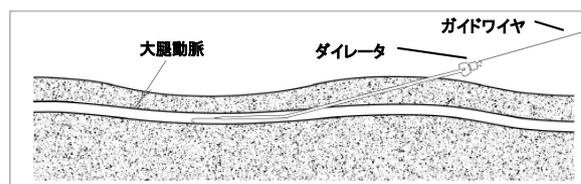
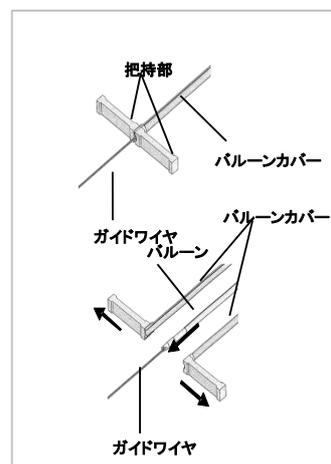

図2. ダイレーション
図3. バルーンカバー
(7) 出血を手指で抑えながら、バルーン用ガイドワイヤ 0.64mm(0.025inch) × 1500mm を穿刺針のカニューラに挿入する。	(7) 出血を手指で抑えながら、シース用ガイドワイヤ 0.88mm(0.035inch) × 800mm を穿刺針のカニューラに挿入する。
(8) ガイドワイヤが胸部大動脈内まで入ったところで、カニューラを抜去する。	(8) ガイドワイヤが血管内に十分な長さまで入ったところで、カニューラを抜去する。
(9) ガイドワイヤ末端より拡張用ダイレクタを挿入し、体表から血管までの組織をダイレーションする。(図2参照)	(9) ガイドワイヤ手元側端部よりシース用ダイレクタをセットしたシースを挿入し、体表に2cm程度残るまで血管内を進める。
(10) ガイドワイヤを残したまま、拡張用ダイレクタを抜去する。手指で皮膚を圧迫し、出血を抑える。	(10) シースのみを残し、ガイドワイヤとシース用ダイレクタを抜去する。
(11) クランプ等を用いて切開部の皮膚を拡張する。	(11) バルーン用ガイドワイヤ 0.64mm (0.025inch) × 1500mm をシースに通す。
(12) IAB カテーテルのセントラルーメン先端にガイドワイヤを挿入し、体内に挿入する。(図3参照)	(12) ガイドワイヤを胸部大動脈内まで進める。IAB カテーテルのセントラルーメン先端にガイドワイヤを挿入する。
(13) IAB カテーテル体内挿入直前に、バルーンカバーの先端把持部を持ってゆっくりと裂く。(図3参照)	(13) IAB カテーテル体内挿入直前に、バルーンカバーの先端把持部を持ってゆっくりと裂き IAB カテーテルをシースに挿入する。(図3参照)
(14) IAB カテーテルの挿入部に近いところをやさしくつかみながら、ガイドワイヤ	(14) バルーン部がシースを通過したら、分岐部のルーアロックからガイドワイヤが